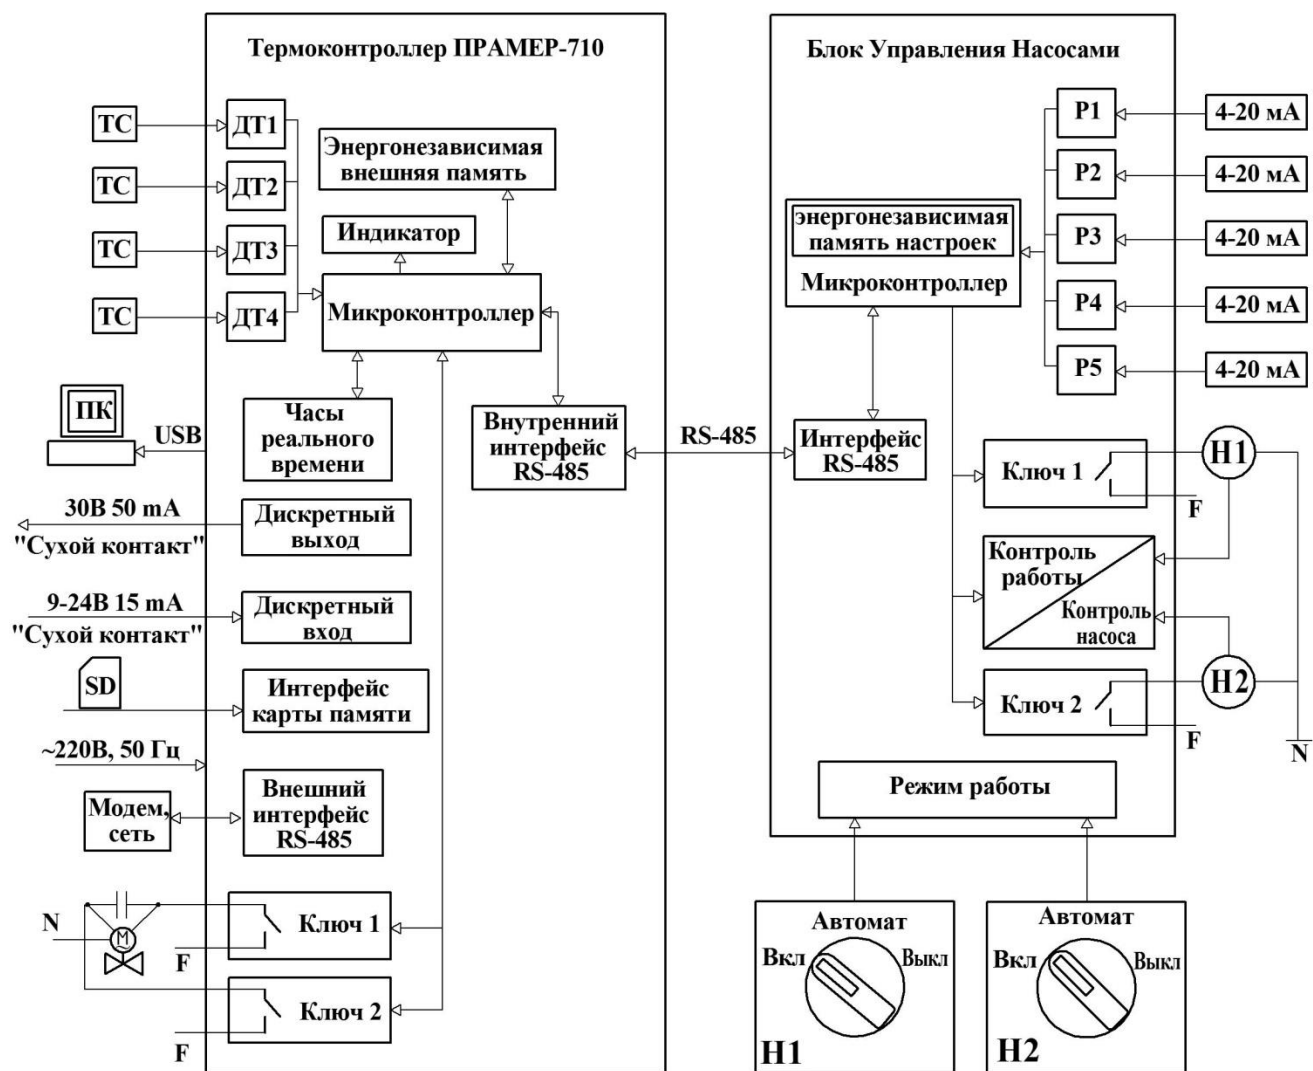

Рисунок 3 – Структурная схема комплекса - БУН и ПРАМЕР-710
2.2.7 Внешнее управление насосами осуществляется подключением к БУН выносного терминала или внешнего пульта и т.д (см. Рисунок 3). Для каждого насоса предусмотрено две линии управления с помощью 3-х позиционных переключателей (ON-OFF-ON с фиксацией – **"ВКЛ"**-"АВТОМАТ"-"ВЫКЛ" соответственно).